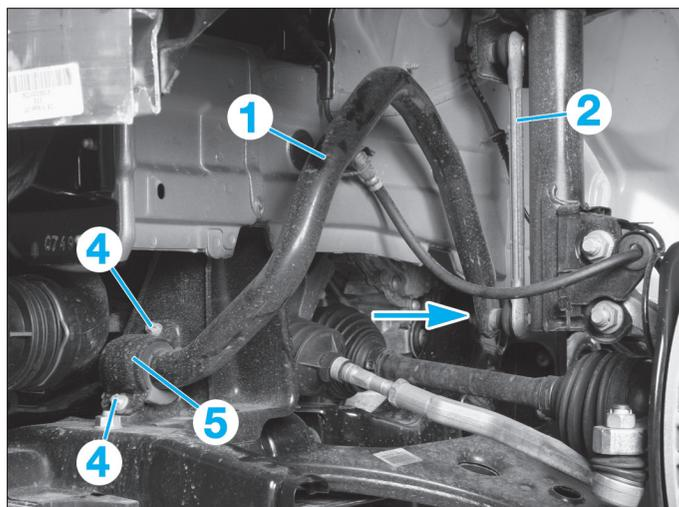

FIG. 12
- Désaccoupler la barre stabilisatrice (1) des biellettes (2) (flèche) (Fig.12).
- De chaque côté, déposer les 2 vis (4) puis l'étrier (5) (Fig.12).
- Soulever le radiateur de refroidissement et retirer la barre stabilisatrice (1) par l'avant.
*Faire pivoter la barre stabilisatrice (1) vers le haut, la faire passer par dessus les flexibles de frein gauche et droit et la retirer.*
- les points de jonction entre le support de radiateur (3) et le berceau doivent être propres.